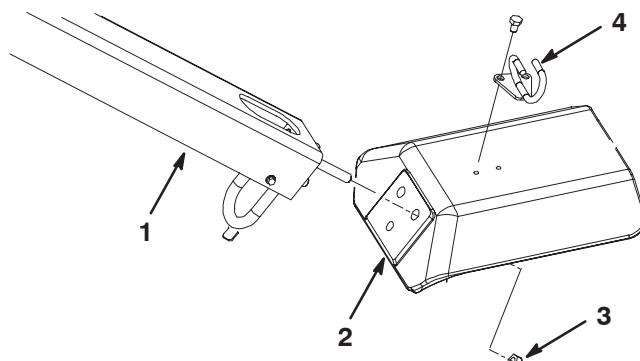

Bild 3
- Setzen Sie die Befestigungsbolzen für den Griff in die Löcher in der Gabel ein (Bild 3).
- Befestigen Sie die Griffbolzen mit drei 1/2–20 Sicherungsmuttern an der Gabel (Bild 3)
- Befestigen Sie die Kabelführung mit zwei 5/16 x 1/2 Zoll Kopfschrauben oben an der Gabel (Bild 3).